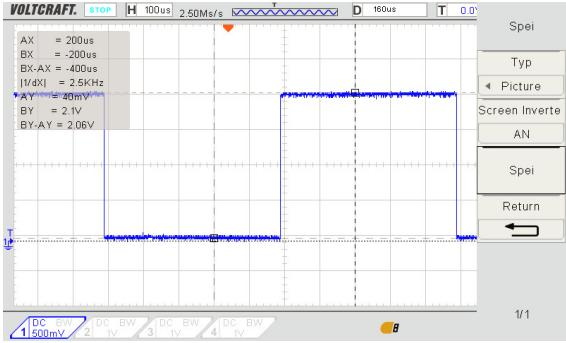
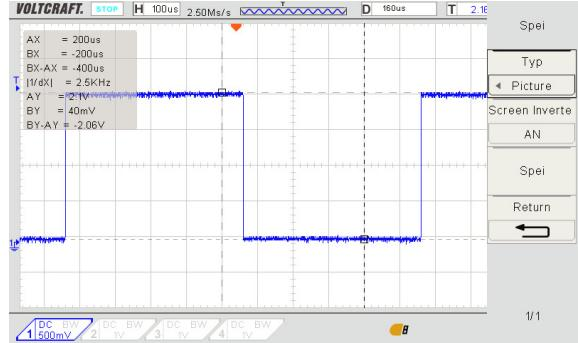

Abb. 4.2: Fallende Flanke
Abb. 4.3: Steigende Flanke
**Schlussfolgerung** Das Auslösen der Ergebnisse war erfolgreich, wie Abbildung 4.2 für die fallende und Abbildung 4.3 für die steigende Flanke zeigen.